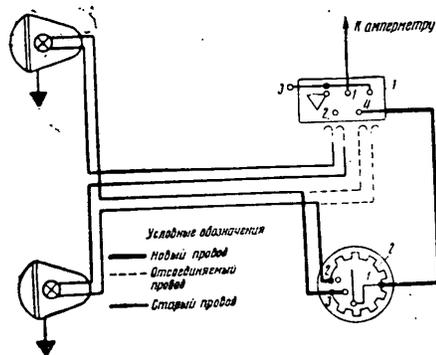

Рис. 27. Схема включения фар при переводе автомобилей ЗИС-5 и ЗИС-50 на светомаскировочный режим: 1 — центральный переключатель света; 2 — переключатель П29-Б
- 2) включить фары согласно схеме (рис. 27), для чего: